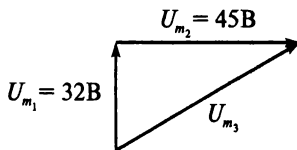

Рис. 7.17
9. Напишите уравнения трех синусоидальных напряжений при частоте 200 Гц, векторная диаграмма которых изображена на рис. 7.17.